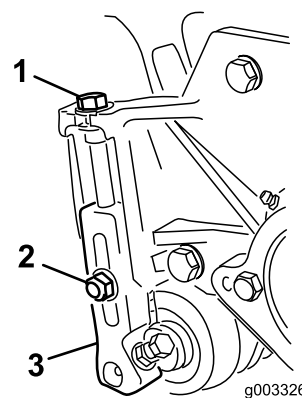

Figura 8
3. Desaperte as porcas de bloqueio que fixam os suportes da altura de corte às placas laterais da unidade de corte (Figura 8).